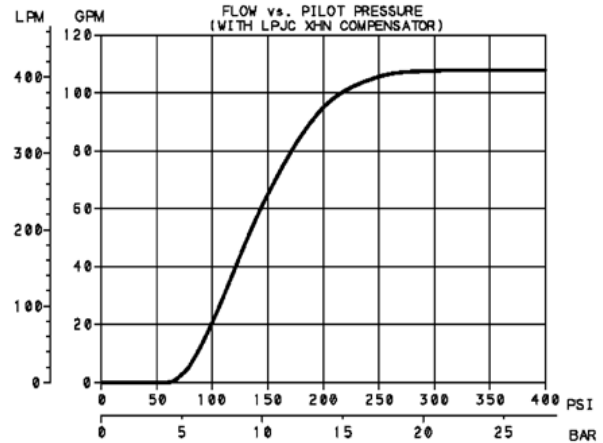

Abbildung 5
- Um die Stromregelgenauigkeit zu steigern kann ein weiteres Ventil zur Druckkompensation verwendet werden. Hierdurch wird ein konstanter Druckabfall von 14 bar über der Proportionalblende erzeugt. Dies führt zu einem konstanten Volumenstrom, der unabhängig vom Last- und Versorgungsdruck ist (Beispiel: **Abbildung 5**).